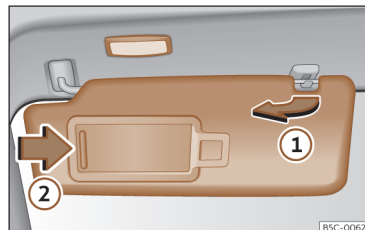

Fig. 100 Pala do sol.
- A pala do sol pode ser puxada para fora da fixação e ser virada para a porta >>> Fig. 100 ①.